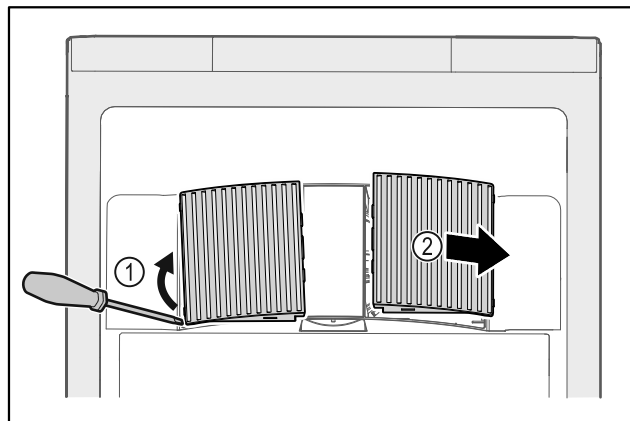

Fig. 164
► Осторожно подденьте крышки вентилятора сбоку Fig. 164 (1) и снимите их движением вперед Fig. 164 (2).